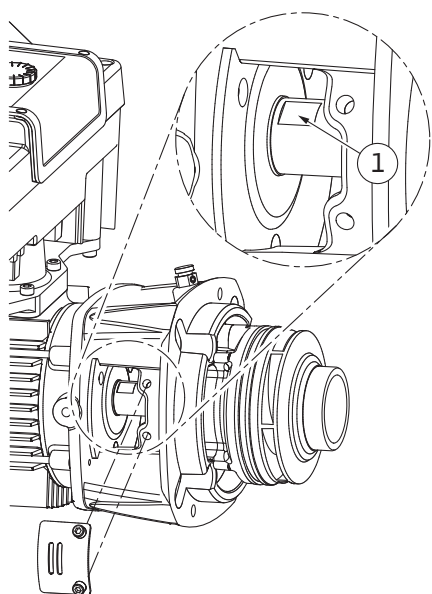

Fig. 110: Võtmepinnad völliil
14. Asetage otsvöti (suurus 22 mm) distantsääriku avasse ja hoidke võtmepindadega völli kinni (Fig. 110, pos 1). Keerake tööratta mutter välja (Fig. I, pos. 22). Tööratas (Fig. I, pos. 21) tõmmatakse automaatselt völliit maha.
3. Asetage otsvõti (suurus 22 mm) distantsääriku avasse ja hoidke võtmepindadega võlli kinni (Fig. 110, pos 1).
10. Asetage otsvõti (suurus 32 mm) distantsääriku avasse (Fig. IV, pos. 38) ja hoidke võtmepindadega võlli kinni (Fig. 110, pos 1). Paigaldage alusseibi(de)ga tööratas ja mutter. Pingutage mutter. Vältige viltu keeramisest põhjustatud võllitihendi kahjustamist.
11. Puhastage distantsääriku soon ja asetage sisse uus rõngastihend (Fig. III, pos 19).